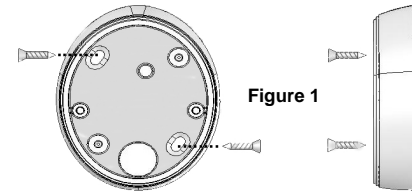

Figure 1
- Apply the keyboard to the wall through the two slots located on the base (Figure 1).
- Appliquer le clavier au mur par les deux trous positionnés sur la base (Figure 1).